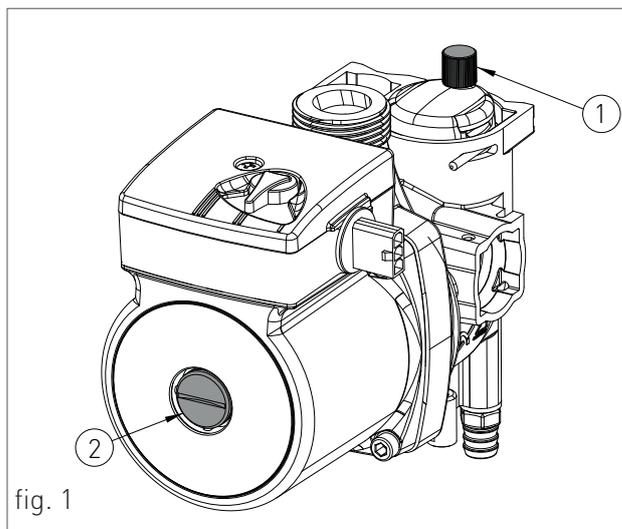

fig. 1
2. aflojar ligeramente la tapa de la válvula jolly del circulador (1-fig. 1) para permitir la salida del aire de la instalación;
6. aflojar el tapón de la bomba de agua (2-fig.1) para eliminar posibles burbujas de aire y cerrarlo cuando salga el agua;